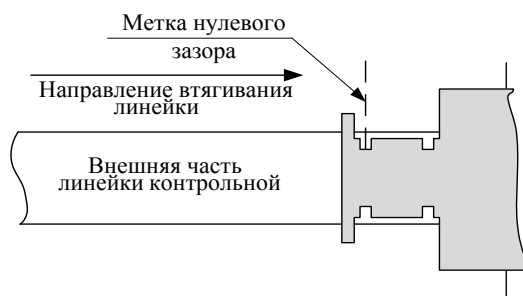
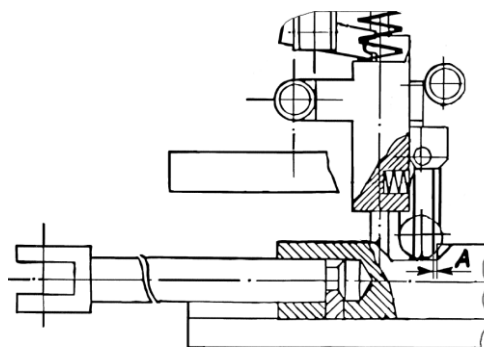

Рис.4. Схема нулевой отметки на контрольной линейке по Т-образной планке с соблюдением размера «А» (сердечник прижат к ближнему усовику)
Рис.6. Регулировочный размер «А» при регулировке контрольной линейки электропривода в положение, когда шибер «втянут»
- при помощи регулировочной муфты произвести регулировку размера «А»(см.рис.6) равного 1.5-2.5 мм, добившись перемещения «метки нулевого зазора» как показано на рис.4;